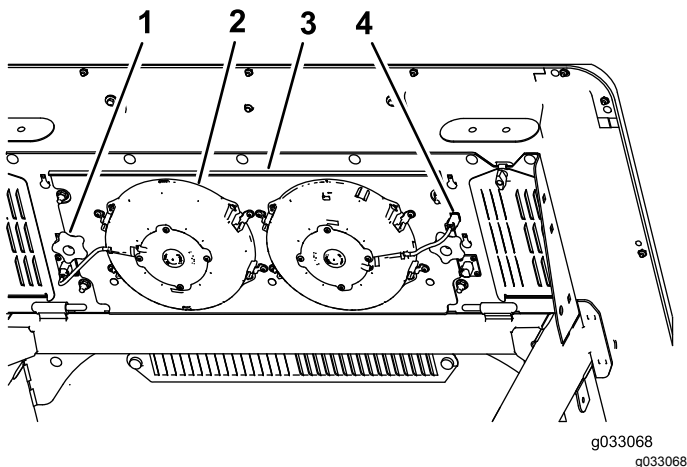

Рисунок 54
2. Фиксатор (4)
3. Отсоедините вилки кабелей питания вентиляторов от гнезда (Рисунок 54).
низу верхней части кабины (Рисунок 54), и снимите панель в сборе.